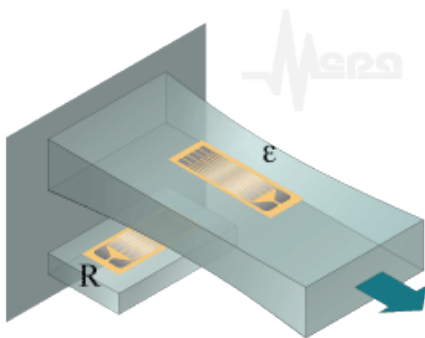
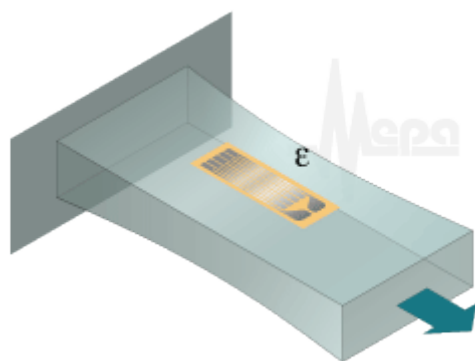

Рис. 135 - Схема наклейки активного и компенсационного ТР для измерения деформаций сжатия/растяжения.
Рис. 137 - Схема наклейки ТР для измерения деформаций сжатия/растяжения.
- одноосевая деформация (растяжение/сжатие). Схемы наклейки на рисунках Рис. 135 и Рис. 137;
Схема наклейки тензорезисторов, в таком применении, для измерения деформаций растяжения/сжатия показана на Рис. 137. Активный тензорезистор монтируется на деформируемую конструкцию вдоль оси растяжения-сжатия. Деформации изгиба должны быть минимальными, т.к. они вызывают искажения результатов измерений.
При питании регулируемым напряжением, 3-проводная схема, представленная на Рис. 135, характеризуется наличием следующих погрешностей измерений: